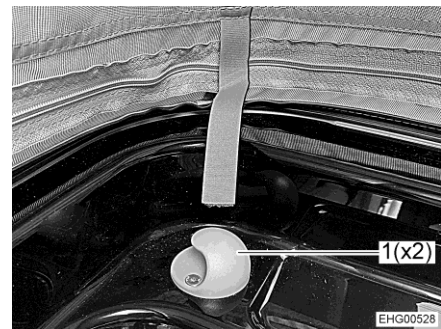

Fig. 74 Supporto
- Agganciare la rete protettiva ai due supporti (Fig. 74,1).